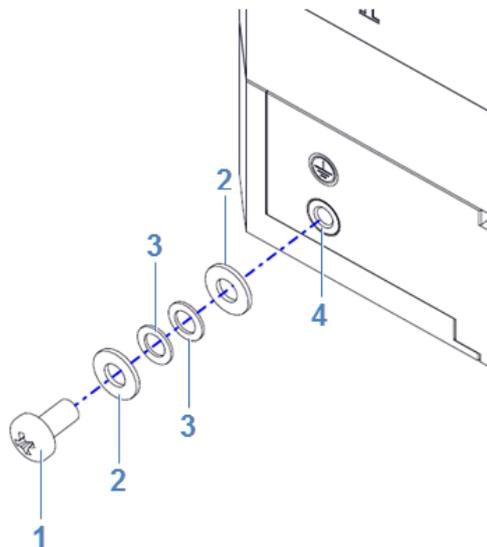

Abbildung 7: Aufbau des Schutzleiteranschlusses (Explosionsansicht)
2. Lösen Sie die Schraube sowie die Sicherungs- und Unterlegscheiben des Schutzleiteranschlusses (s. Abbildung 7).